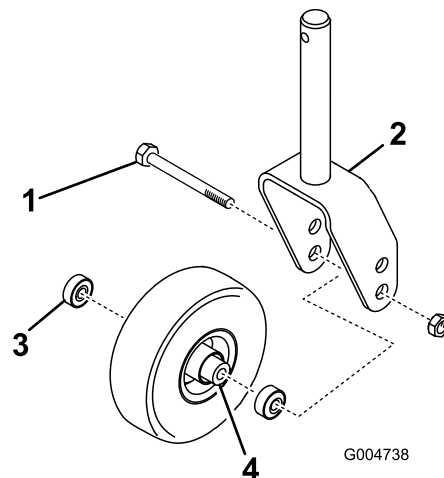

Figura 28
1. Togliete il dado di bloccaggio dal bullone che fissa la rotella orientabile alla forcella (Figura 28). Afferrate la ruota orientabile ed estraete la vite a testa cilindrica dalla forcella o dal braccio di rotazione.
2. Togliete il cuscinetto dal mozzo della ruota e lasciate cadere il distanziale del cuscinetto (Figura 28). Togliete il cuscinetto dalla parte opposta del mozzo della ruota.